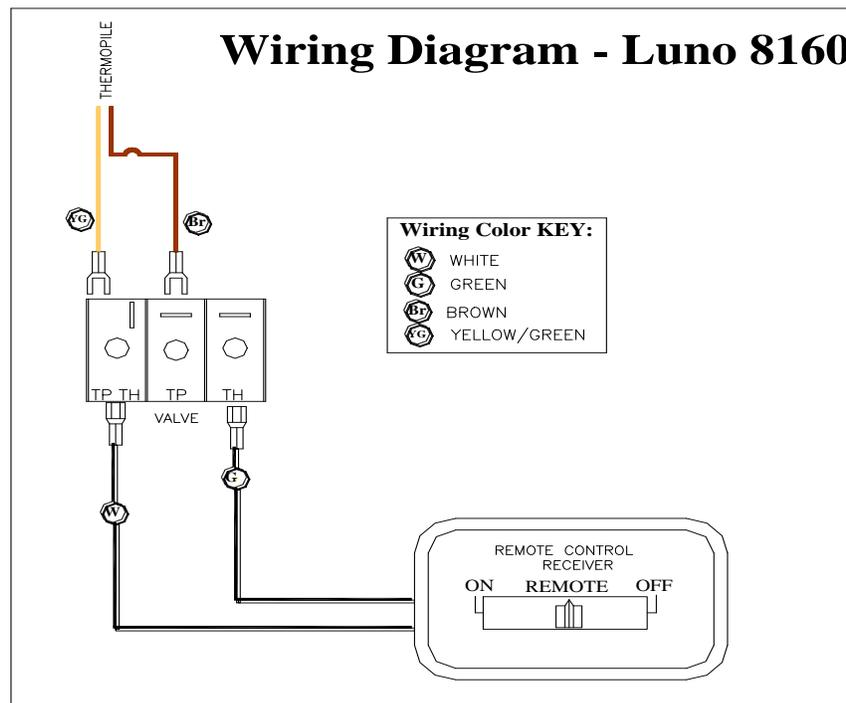

Figure 8: Luno 8160 Schéma de câblage
- **ATTENTION :** Étiquetez toutes les fils avant de coupure pour l'entretien des contrôles. Des erreurs de câblage peuvent être cause de fonctionnement incorrect et dangereux. Vérifiez un fonctionnement correct après l'entretien. L'emplacement correct des connexions filaires se montre à la *Figure 8*.